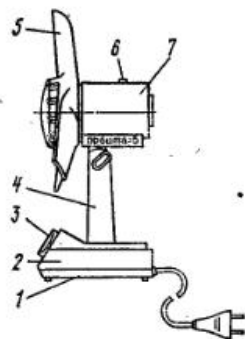

Рис. 28. Электровентилятор «Орбита-5»:
**ВЕНТИЛЯТОР «ОРБИТА-5».** Вентилятор состоит из основания 1 (рис. 28), на котором установлены корпус 2, стойка 4 и переключатель 3 скоростей крыльчатки. На стойке установлен однофазный электродвигатель, закрытый кожухом 7. На валу двигателя насажена крыльчатка 5. Втулка 6 служит для включения и отключения автоматического поворота вентилятора при его работе. При включении вентилятора в сеть рукоятку переключателя 3 устанавливают в положение «0». Любую из трех частот вращения включают поворотом переключателя из положения «0» по часовой стрелке. Включенные механизмы поворота корпуса вентилятора осуществляется вращением втулки 6 по часовой стрелке.